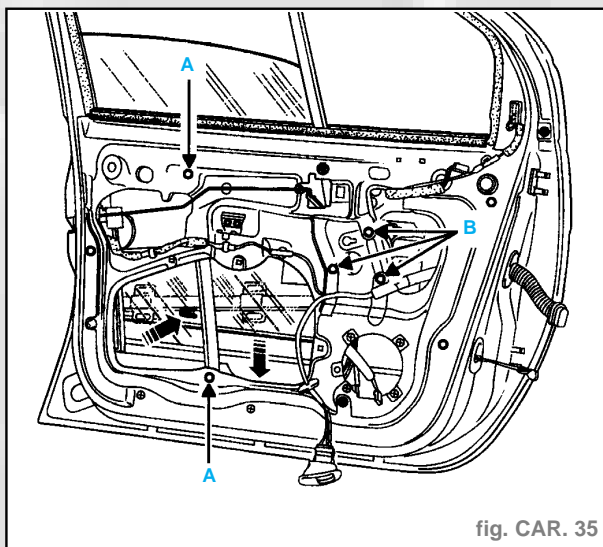

fig. CAR. 35
- les deux vis de fixation (A) du rail d'entraînement de la vitre (fig. CAR. 35).
- Soulever légèrement le rail afin de dégager la patte de maintien (A) de la doublure de porte.
- Déposer les trois vis de fixation du moteur du lève-vitre (B) et débrancher le connecteur de commande moteur.